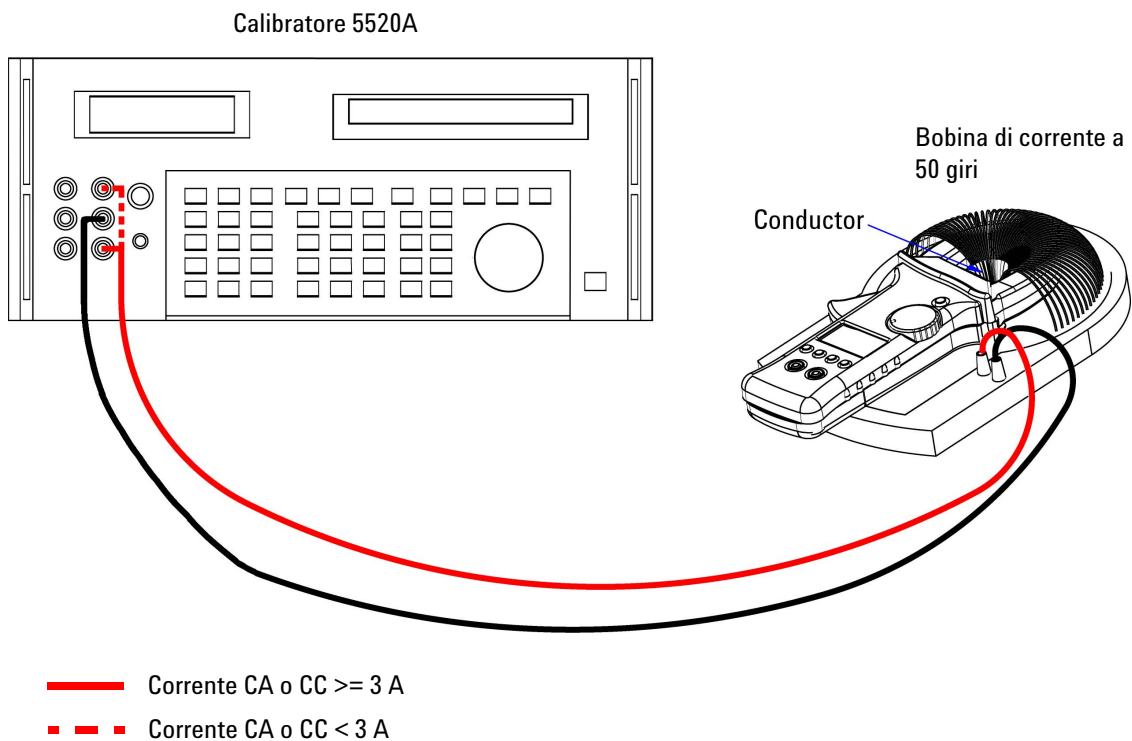

Figura 6-2 Impostazione test di verifica delle prestazioni della corrente
- 1 Posizionare la bobina di corrente a 50 giri come mostra la Figura 6-2, "Impostazione test di verifica delle prestazioni della corrente", a pagina 76.